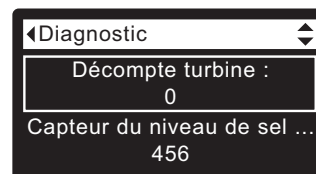

FIG. 106
2. Appuyez sur le bouton BAS (▼) pour faire défiler les options du menu et mettre en encadré **Décompte turbine** (cf. Figure 106).